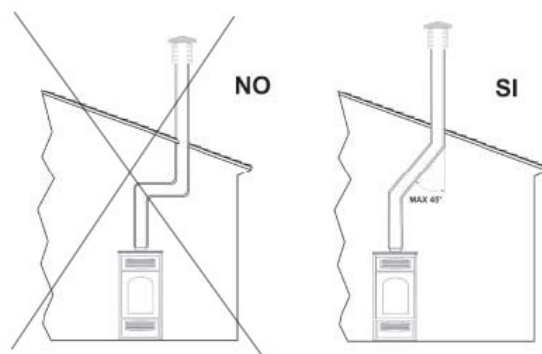

Fig.2
- La sezione interna deve essere uniforme, preferibilmente circolare: le sezioni quadrate o rettangolari devono avere spigoli arrotondati con raggio non inferiore a 20 mm; rapporto massimo tra i lati di 1,5; pareti il più possibile lisce e senza restringimenti; le curve regolari e senza discontinuità, deviazioni dall'asse non superiori a 45° (fig. 2).